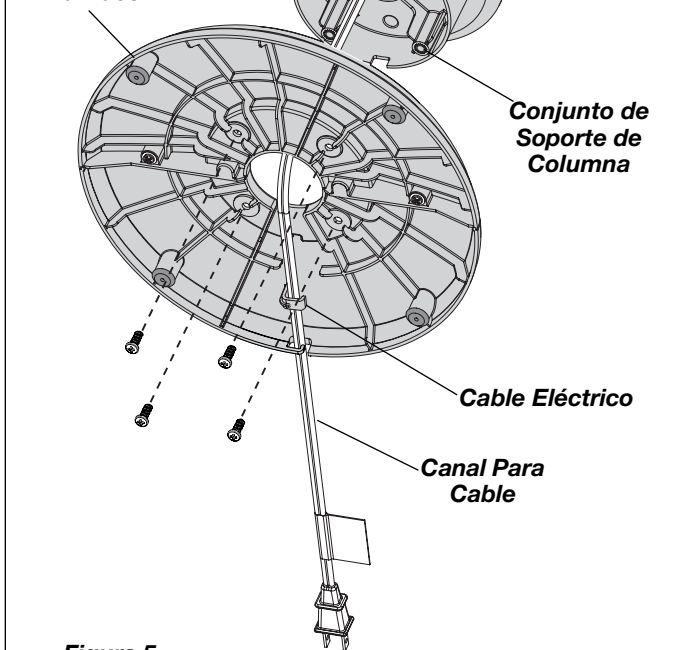

Figura 5
3. Alinee el **Conjunto de la Base** con el **Conjunto de Soporte de Columna**. Cerciérese de que la **Muesca de Ubicación** en el **Conjunto de Soporte de Columna** quede alineada con la **Llave** en el **Conjunto de la Base** (Figura 4). Una el **Conjunto de la Base** al **Conjunto de Soporte de Columna** con (4) tornillos M5 X 13 mm. Jale suavemente el **Cable Eléctrico** para que no quede holgado, y colóquelo en el **Canal Para Cable** del **Conjunto de la Base**. (Figura 5)